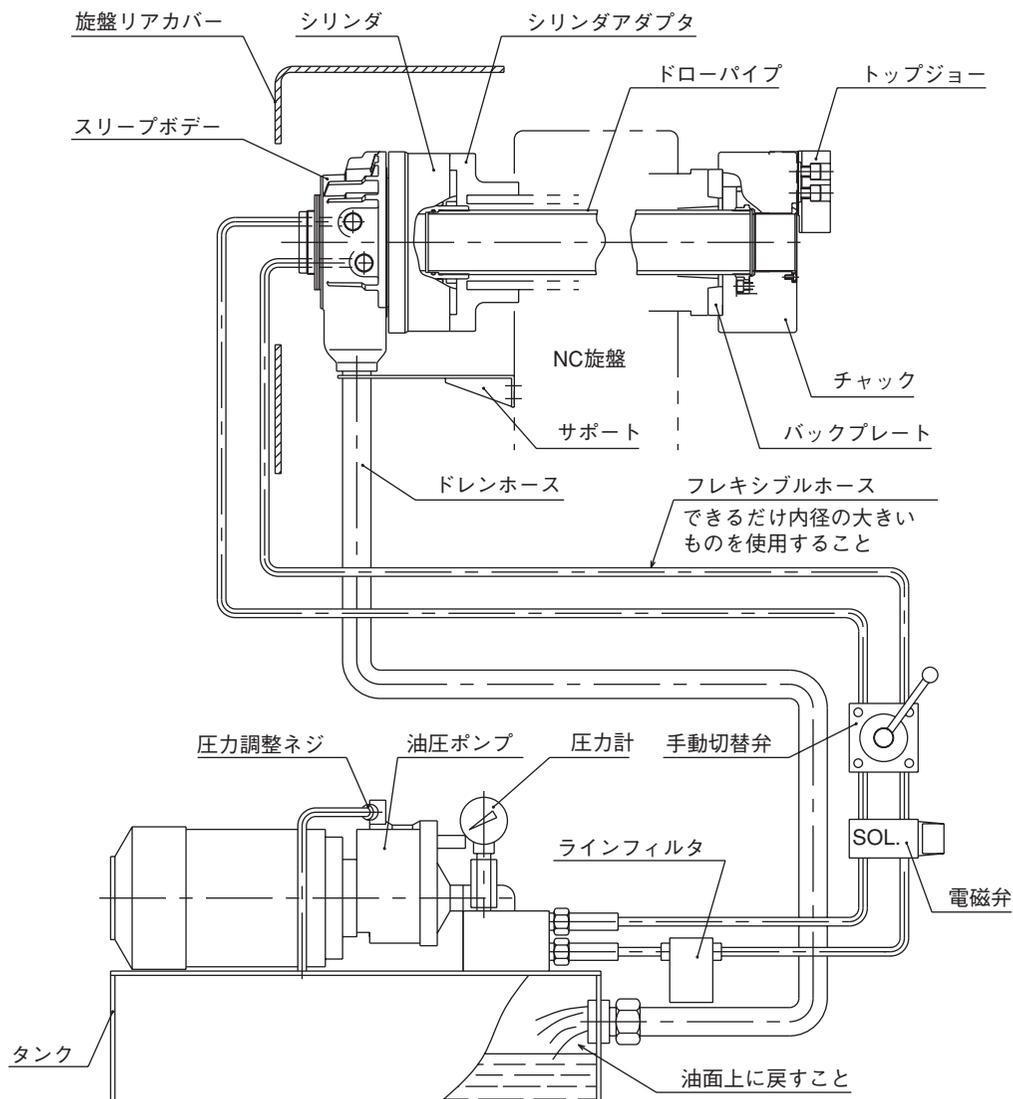

図 15
- ・ドレンは必ず油圧ユニットの油面上に戻すこと。(図15参照)